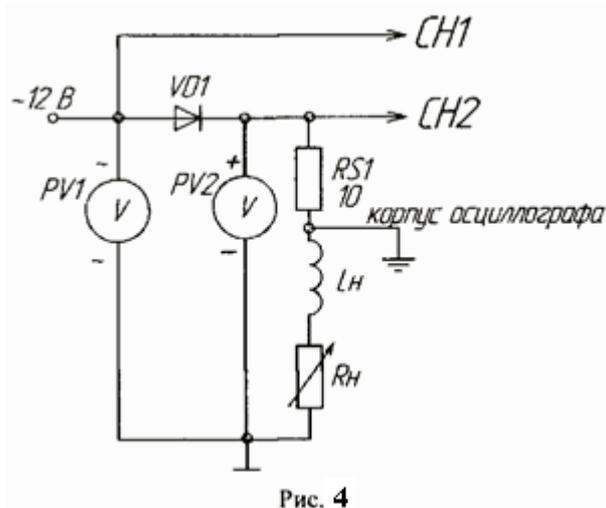

Рис. 4
6) Включить дроссель последовательно с нагрузкой (рис. 4); снять осциллограммы напряжения на диоде  $U_a$  и анодного тока  $I_a$ . Снять осциллограмму напряжения на нагрузке  $U_n$ , переключив корпус осциллографа на общий провод, не забудьте определить масштабы по току и напряжению;